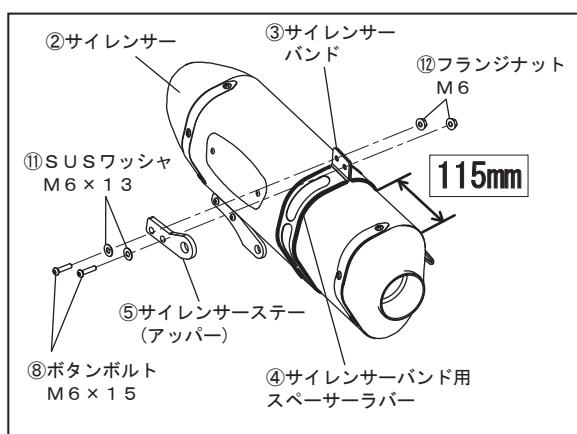

FIG. 8
次に、③サイレンサーバンドを②サイレンサーに通し、⑧ボタンボルトM6×15、⑪SUSワッシャM6×13、⑫フランジナットM6を使用して、サイレンサーかバー前端から115mmの位置で⑤サイレンサーステー(アッパー)を仮締めして下さい。(FIG. 8, 9参照)